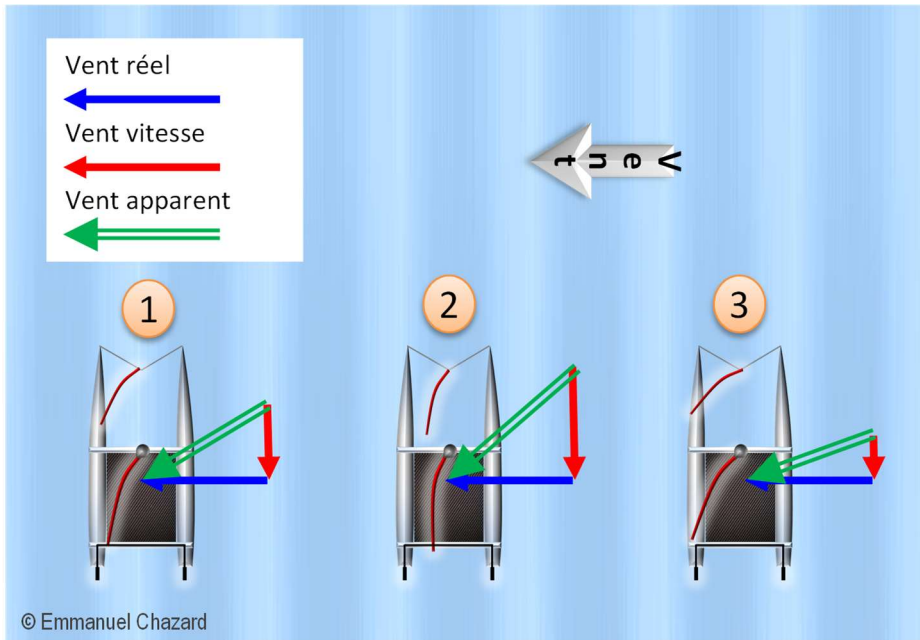

Figure 52. Effet des changements de vitesse du catamaran
La Figure 52 illustre les effets d'un changement de vitesse sur le vent apparent.
Le catamaran représenté à gauche sur la Figure 52 fait route au travers (vent réel), mais ressent un vent apparent de petit largue, il est donc réglé au petit largue (1).
**Si le bateau accélère** (2), le vent apparent **refuse** (se rapproche de l'avant) et **s'intensifie**. Il faut donc soit border les voiles en conservant le cap, soit abattre pour conserver le même réglage.